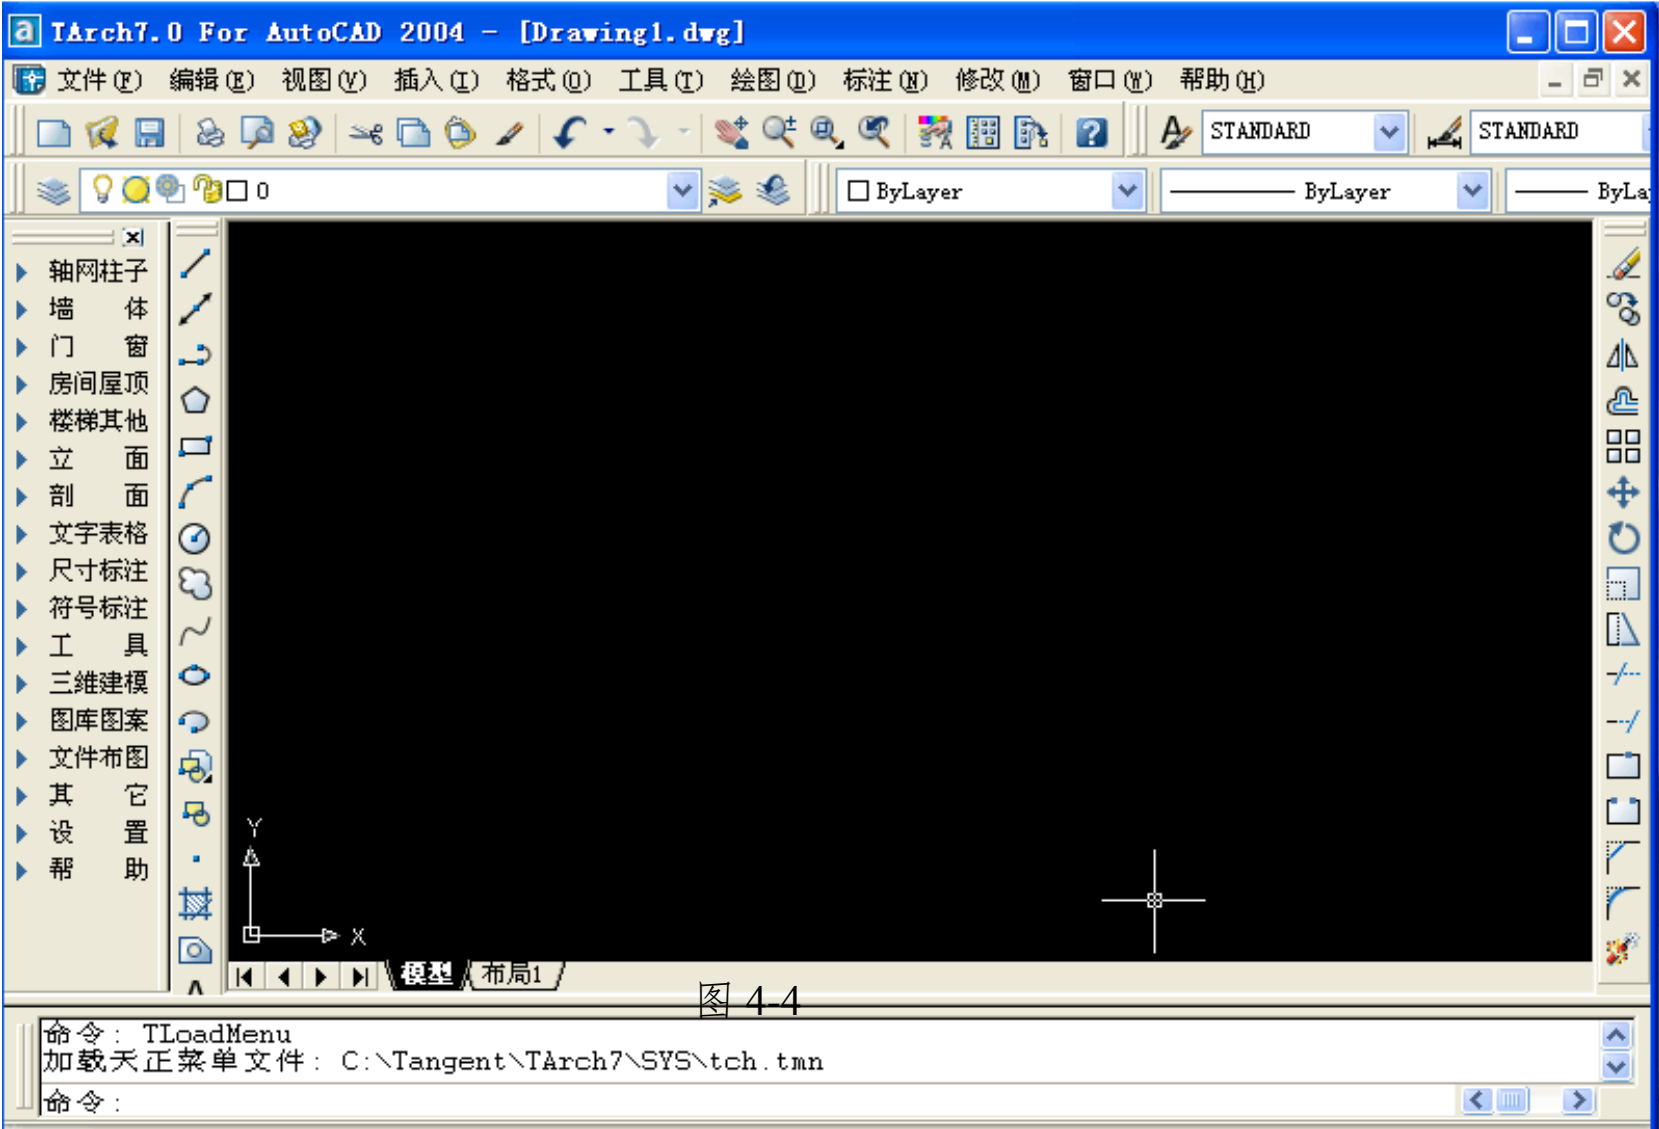
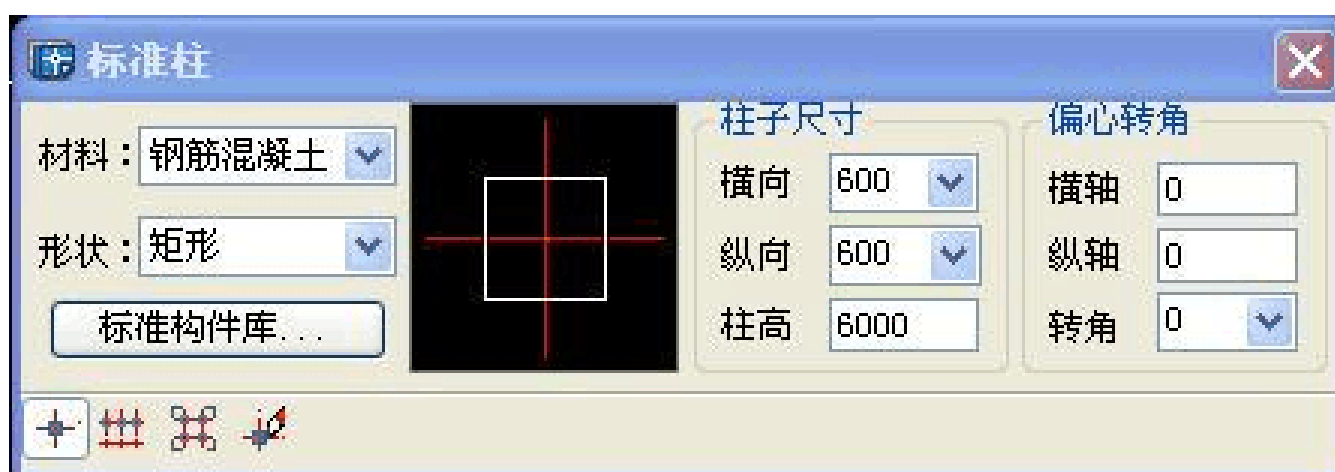

图 4-4
图 4-5
双击桌面上天正建筑快捷方式打开天正建筑软件如图，首先根据建筑的要求，布置中心线及柱网。具体为：①点击“轴网柱子”，出现专业的命令条，选择“绘制轴网”命令，绘制横向和纵向轴线，形成轴网；如图 4-4。然后，点击“两点轴标”将轴线的序号及轴线间距标注出来。②点击“标准柱”命令，弹出如图 4-5 的对话框，一般材料选择“钢筋混凝土”，形状为“矩形”，柱子尺寸要由建筑专业经过计算确定，我们暂时将横向和纵向都选择为 600，柱高选择为 6000。然后，在相应的位置布置上柱子。注意，标注尺寸时，应注意对话框左下角的比例，此比例是指出图时的比例，标注的尺寸、字体的高度以及将来在图纸上的文字高度都根据此比例生成。